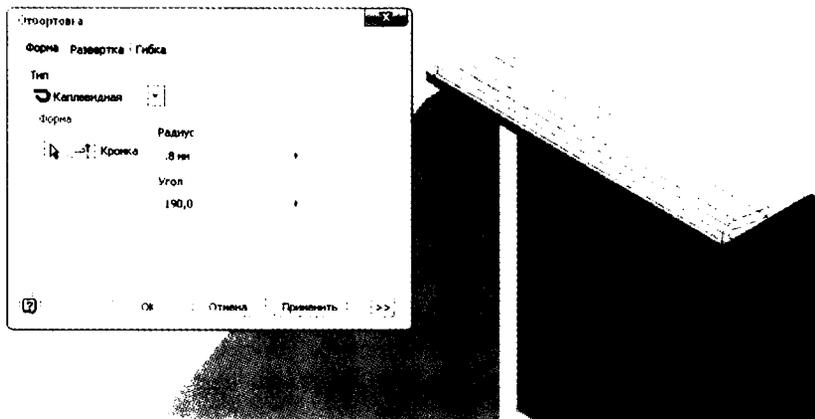

Рис. 10.24 Отбортовка — сложный элемент, но сделать ее просто
8. Когда откроется диалоговое окно, щелкните на длинной кромке короткой грани (рис. 10.24).
10. Установите значение радиуса **.8 мм**, как показано на рис. 10.24, затем нажмите **ОК**.